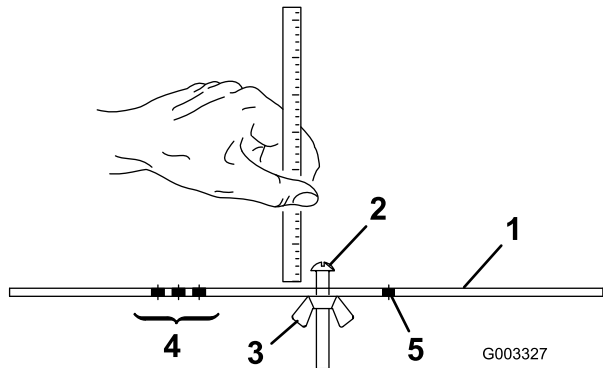

Bild 17
- 2. Lösen Sie die Mutter an der Messlehre (Bild 17) und stellen Sie die Einstellschraube auf die gewünschte Schnitthöhe ein. Der Abstand zwischen dem unteren Ende des Schraubenkopfs und der Stirnseite der Messlehre ist die Schnitthöhe.